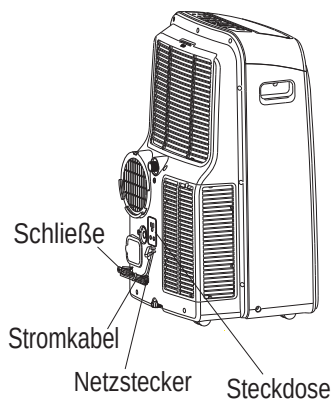

Abb.25
- Schalten und stecken Sie das Gerät aus, wickeln Sie das Stromkabel und bündeln Sie es mit einem Klebestreifen (Abb. 25). Nehmen Sie die Batterien aus der Fernbedienung heraus.